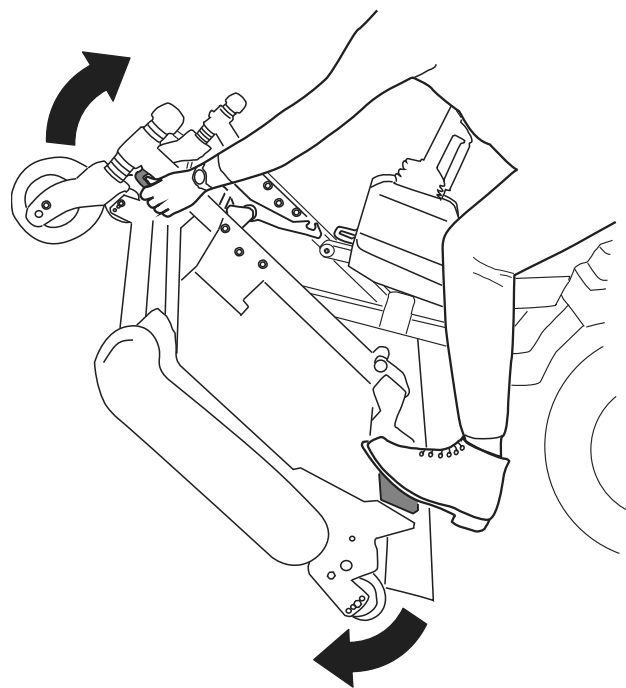
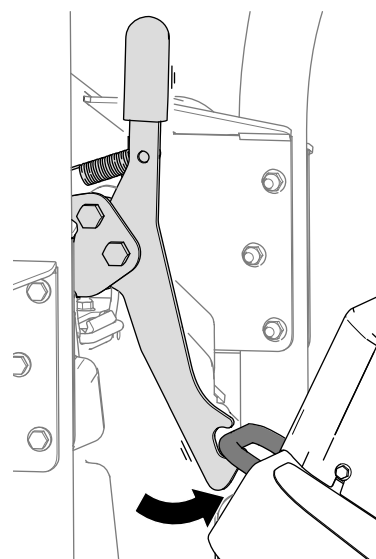
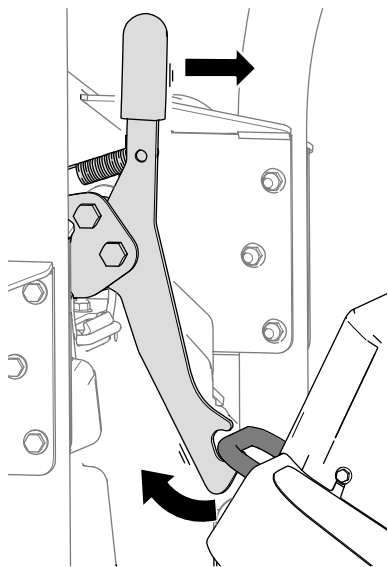

Figura 32
Figura 33
Figura 34
- Rotii unitatea de tăiere (Figura 32) astfel încât elementul de fixare să se cupleze în suportul de legare (Figura 33).
- Eliberați elementul de fixare al unității de tăiere din suportul de legare (Figura 34) rotind unitatea de tăiere ușor în față (consultați Figura 32) și trăgând spre față mânerul elementului de fixare.